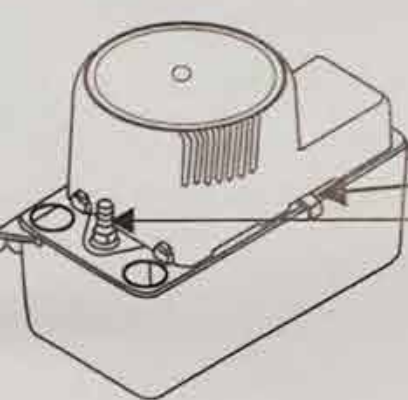

Рис. 1
1) Аккуратно распакуйте насос. Удалите пластиковый стопор из-под специального слота под моторным отсеком (рис. 1). Этот стопор используется для защиты поплавка во время транспортировки.